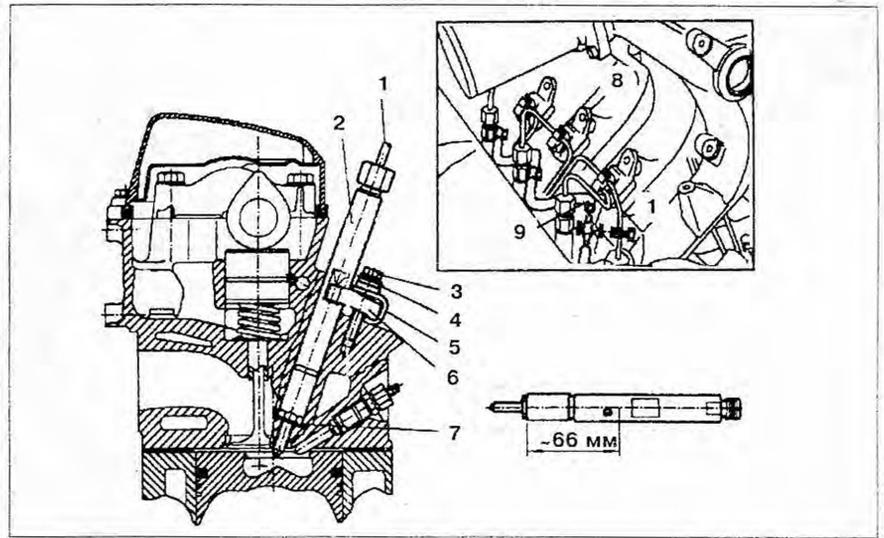

Рис. 2.82. Держатель форсунки:
3. Открутите кронштейны **8** топливных трубок от впускного коллектора (рис. 2.82).